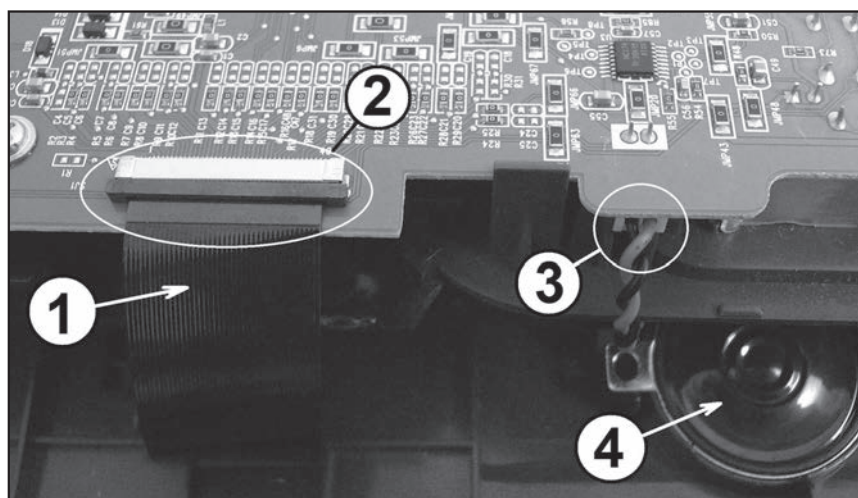

Рис. 105
3. Освобождают фиксатор и отключают шлейф 1 (рис. 105) подключения панели управления от соединителя 2 и разъем жгута 3 динамика 4 от платы панели управления. После отключения шлейфа и динамика снимают панель управления с блока сканера МФУ.